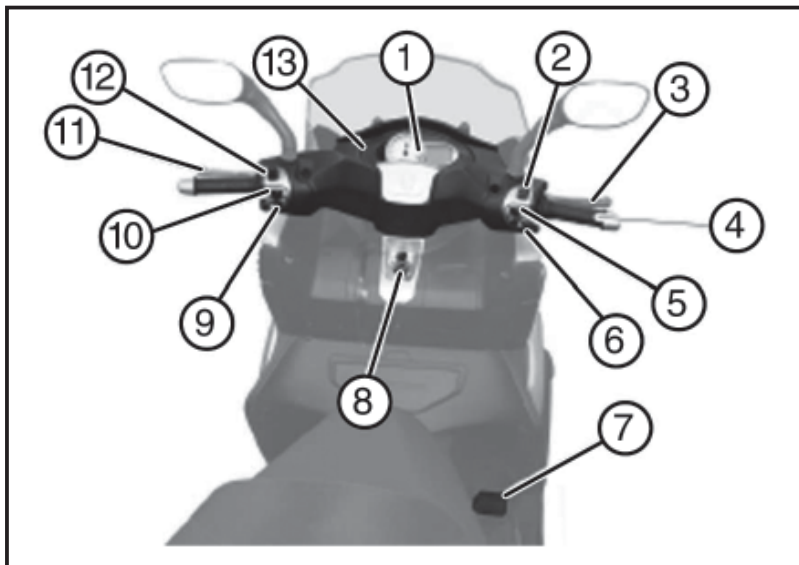

Abb. 01
4.6 LEGENDE ARMATURENBRETT (Abb. 01)